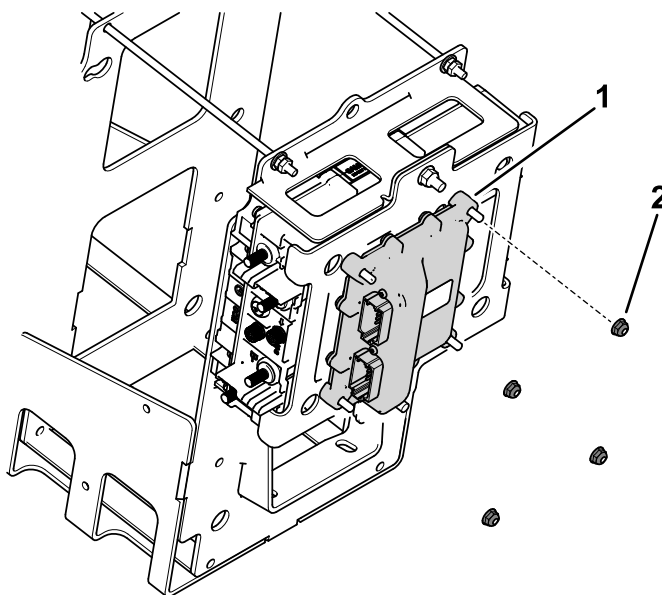

Figura 6
5. Remova as porcas que prendem o controlador TEC ao tabuleiro da bateria (Figura 6). Guarde o controlador para instalação posterior.